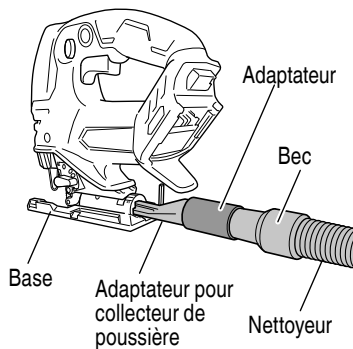

Fig. 35
Si l'on raccorde le nettoyeur (vendu séparément) par le collecteur à poussière et l'adaptateur (vendus séparément), on pourra recueillir la plus grande partie des poussières. (Fig. 35)
- (4) Raccorder l'adaptateur pour collecteur de poussière à l'adaptateur. (Fig. 35)
- (5) Raccorder l'adaptateur au bec du nettoyeur. (Fig. 35)